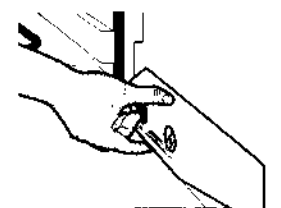

Figura 9b
7. Verifique si el lavavajillas está nivelado desde el frente hacia atrás colocando un nivel en el lado de la puerta abierta. Ver Figura 9b.